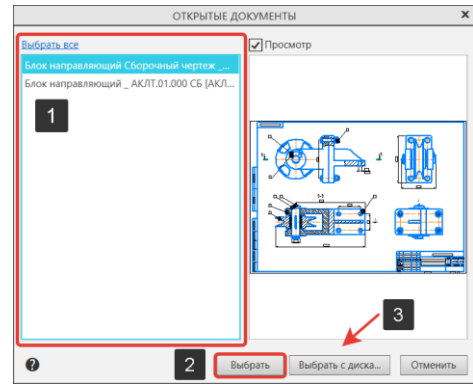
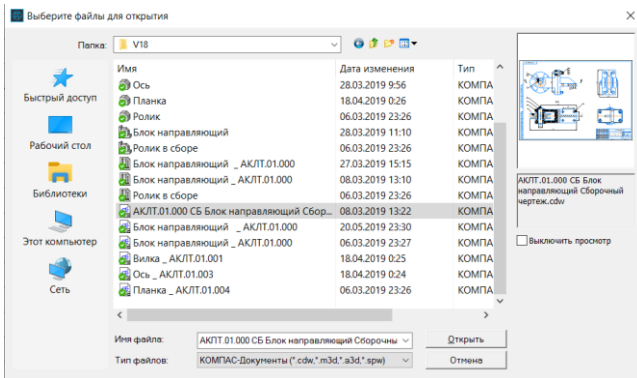

Рисунок 370 – Окно Открытые документы
Рисунок 371 – Окно проводника
- В окне открытых документов подсветим сборочный чертеж (1) и нажмем на кнопку Выбрать (2) (Рисунок 370). Если нужный документ отсутствует в списке открытых документов, их можно погрузить с диска, нажав на кнопку Выбрать с диска (3) (Рисунок 370). В окне проводника найдем нужный файл и нажмем на копку открыть (Рисунок 371);